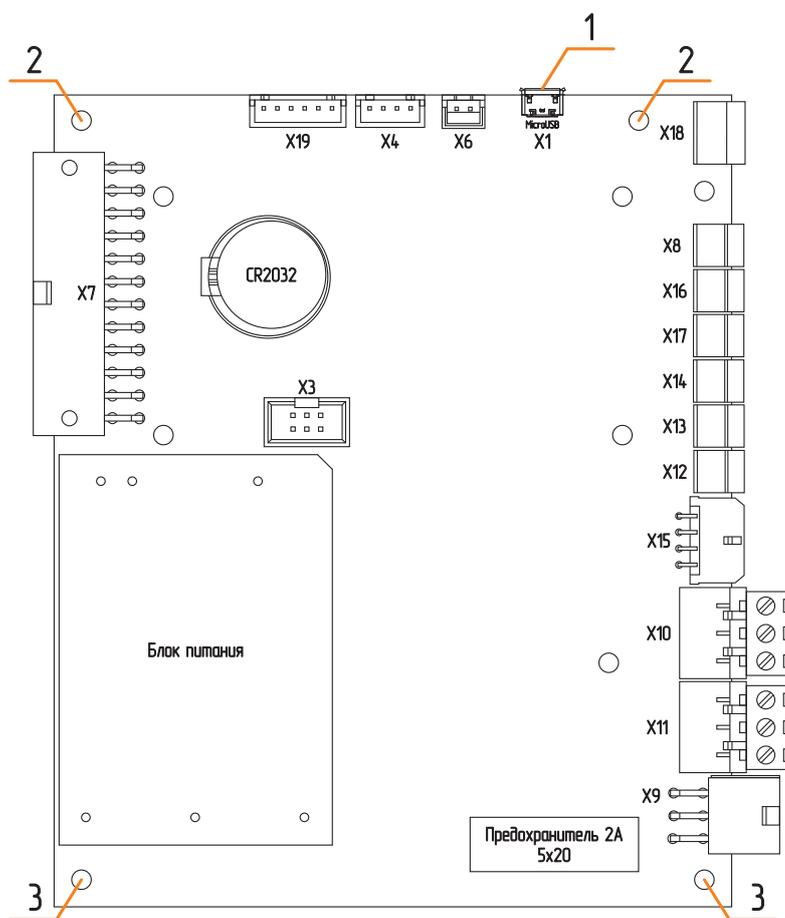

Рис.13 Плата контроллера
4. Открутите винты (**Рис.13, поз.2**) крепления платы контроллера со стороны microUSB разъема;
5. Немного ослабьте винты (**Рис.13, поз.3**) со стороны предохранителя;